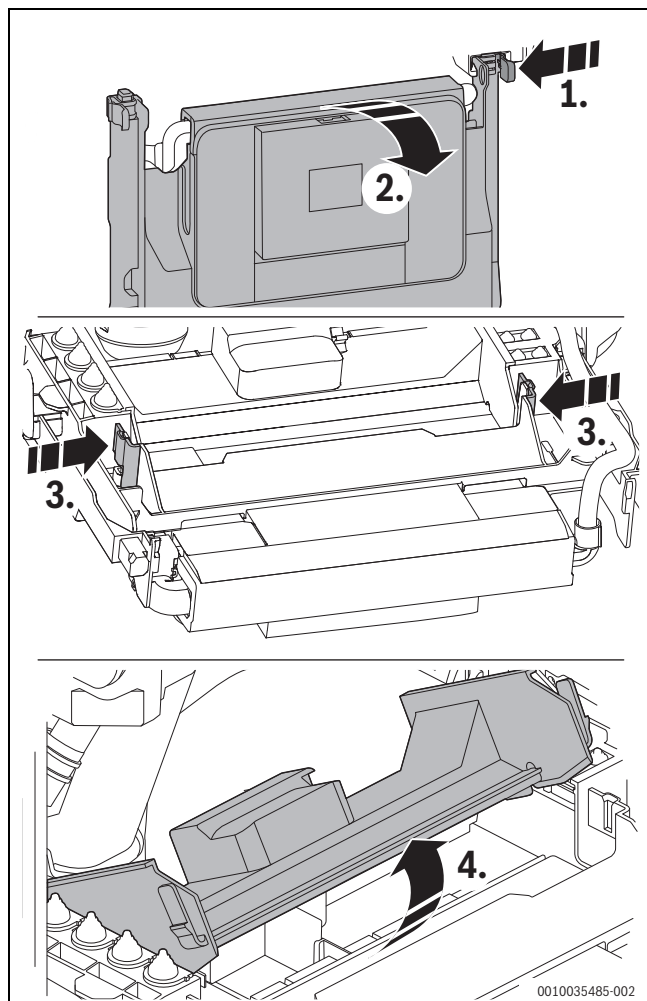

Fig. 42 Deschiderea dispozitivului de comandă
- Rabatați dispozitivul de comandă în jos (→ Fig. 42).